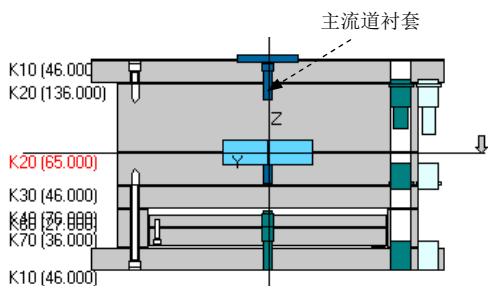
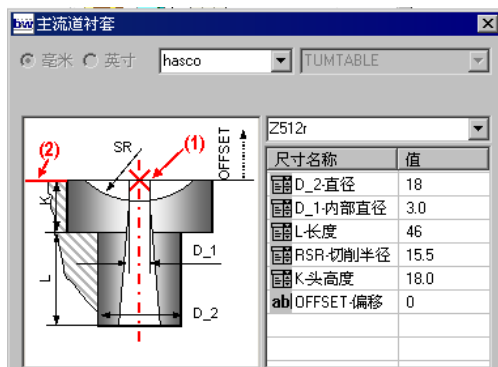

图 30.21 定义主流道衬套
图 30.22 “主流道衬套”对话框
Step1. 定义主流道衬套。在“模架定义”对话框中右击图 30.21 所示的主流道衬套，此时系统弹出图 30.22 所示的“主流道衬套”对话框。定义衬套型号为 **Z512r**；在 **D_2直径** 下拉列表中选择 **18**；在 **ab OFFSET-偏移** 文本框中输入值 **0**；单击 **确定** 按钮。